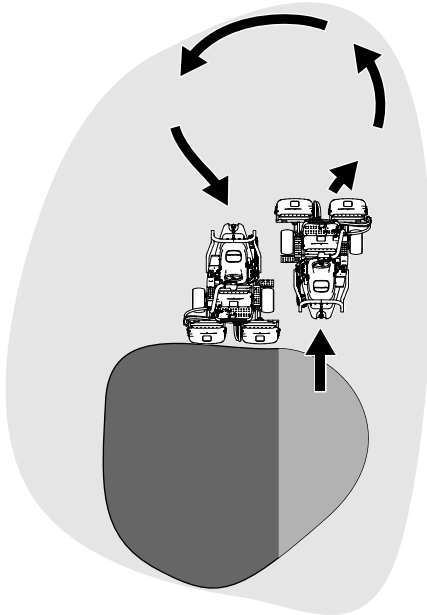

Figure 24
6. Pour réduire le temps de travail et faciliter l'alignement pour la passe suivante, tournez momentanément la machine dans la direction opposée, puis tournez-la vers la partie à tondre. Exécutez un demi-tour en « goutte d'eau » (Figure 24) pour aligner rapidement la machine pour la passe suivante.